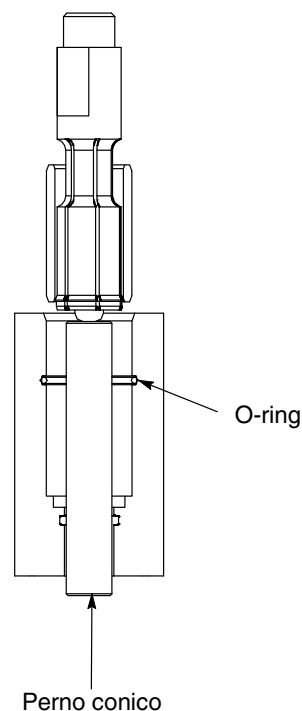

Figura 15 Immagine della rimozione del manicotto
8. Vedi figura 15. Colpire il perno conico dell'utensile con un martello morbido per far uscire il manicotto dal corpo.